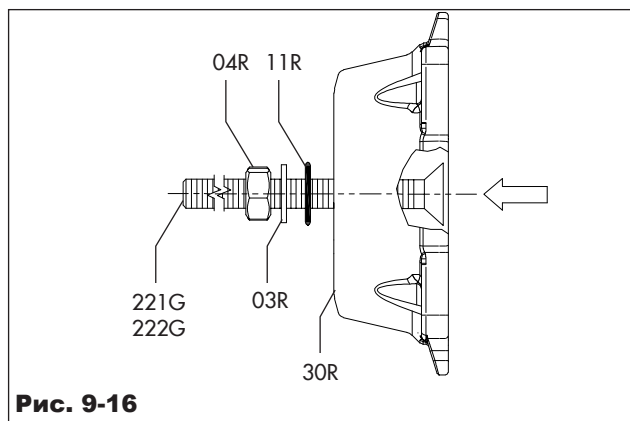

Рис. 9-16
- закрепите стопорные винты (221G/222G) в торцевых крышках (30), совместив головку винта с поверхностью торцевой крышки, как показано на рис. 9-16.